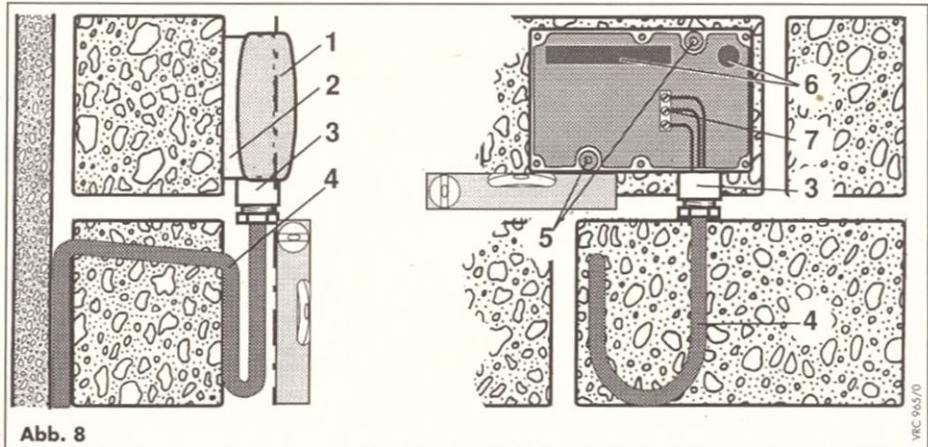

Abb. 8
Das Gerät muß in der Einbaulage wie in Abb. 8 gezeigt, befestigt werden! Die Kabeleinführung (3) muß nach unten zeigen.
- Anschlußkabel (4) mit mind. $3 \times 0,75 \text{ mm}^2$ bauseits verlegen und von unten durch die Kabeleinführung (3) hereinziehen.
- Gehäuseoberteil (1) vom Gehäuseunterteil (2) abziehen (Oberteil ist auf Unterteil eingerastet).
- Gehäuseunterteil (2) mit zwei Schrauben durch die Befestigungsbohrungen (5) an der Wand befestigen.
- Verdrahtung an den Anschlußklemmen (7) entsprechend dem Anschlußschema in Kapitel 4 „Elektroinstallation“ vornehmen.